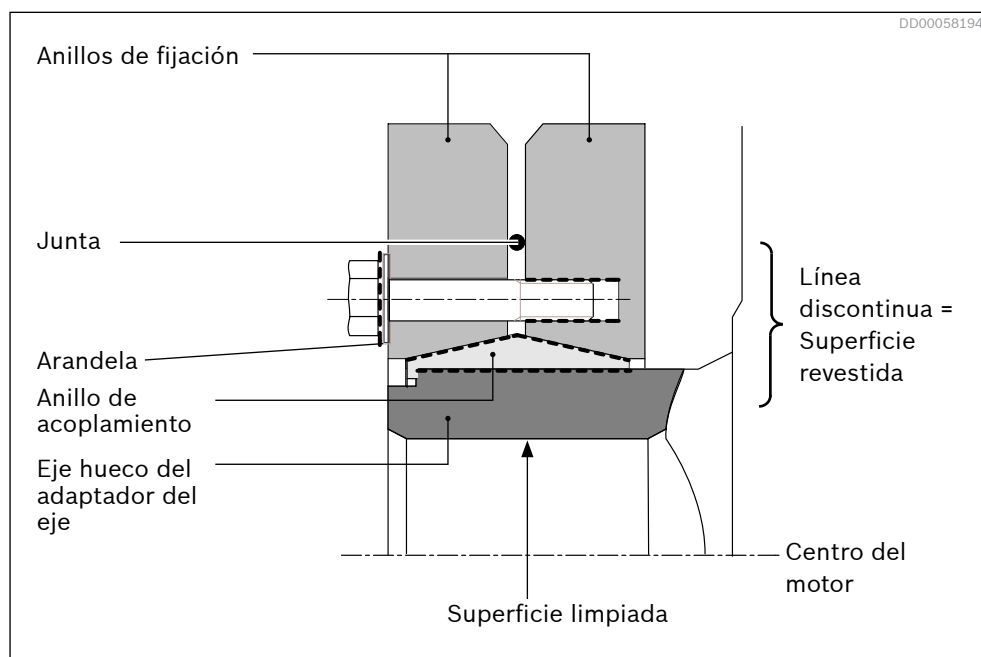

Fig. 35: Disco retráctil
1. Debe tener en cuenta que los acoplamientos vienen lubricados de fábrica con MoS₂ (grasa) en las superficies cónicas y los tornillos (ver Fig. 35: Disco retráctil).
- Bajo ningún concepto debe transferirse MoS₂ (grasa) a las superficies entre la unidad accionada y el adaptador del eje (ver Fig. 35: Disco retráctil).
- La superficie cónica entre el anillo de acoplamiento y los anillos de fijación, así como los tornillos, se deben revestir de MoS₂ (grasa), (ver Fig. 35: Disco retráctil). Esto viene ya hecho de fábrica en el momento de la entrega.